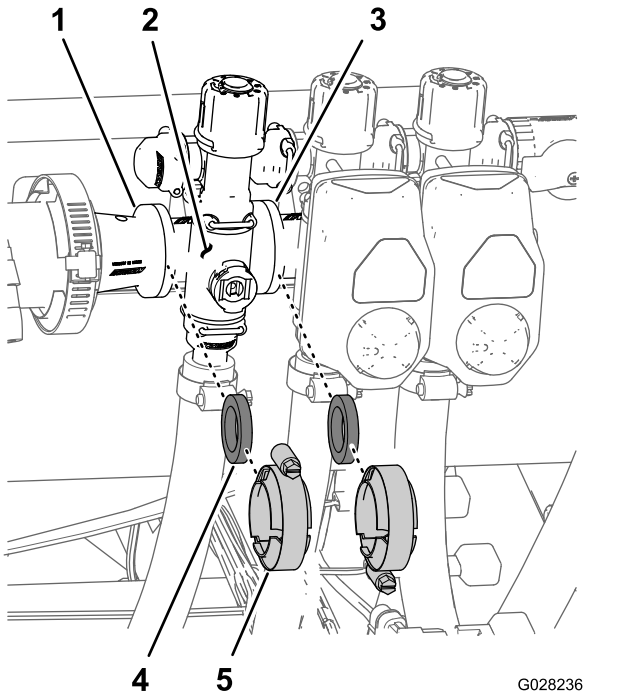

Figura 73
1. Togliete i morsetti e le guarnizioni che fissano il collettore della valvola di sezione (Figura 73) alla valvola di sezione adiacente (nel caso della valvola di sezione sinistra, anche il giunto del riduttore).